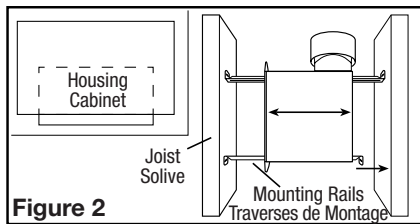
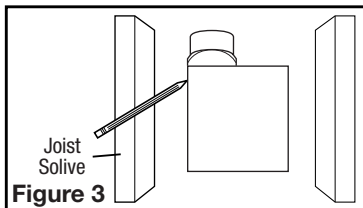

Figure 2
Figure 3
- Install the rails into the mounting channel on the housing. Center the mounting channel in the slots on the housing, then from inside the housing tighten the mounting channel screws so the channel is securely in place. Position the housing next to the joist. Line up housing so that it will be flush with the finished ceiling. Secure the ends of the rails with screws or nails (not included) to the joists and slide the housing into the final position (Figure 2).
- Set housing in position between the joist and trace an outline onto the ceiling material (Figure 3). Set housing aside and cut opening, being careful not to cut or damage any electrical or other hidden utilities. Install the rails into the mounting channel on the housing. Center the mounting channel in the slots on the housing, then from inside the housing tighten the mounting channel screws so the channel is securely in place. Position the housing in the previously cut hole so that it is flush with the finished ceiling. Secure the ends of the rails to the joists (Figure 2).
- Installez les rails dans le canal de montage sur le boîtier. Centrez le canal de montage dans les fentes sur le boîtier, puis de l'intérieur du boîtier, serrez les vis de montage de sorte que le canal soit bien en place. Placez le boîtier à côté de la solive. Aligner le châssis pour qu'il soit de niveau avec le plafond fini. Fixez les extrémités des rails aux solives avec des vis ou des clous (non inclus) et glissez le boîtier dans la position finale (Figure 2).
- Placer le boîtier en place entre les solives et tracez un contour sur le matériel du plafond (Figure 3). Mettez le boîtier de côté et découpez l'ouverture, en faisant attention de ne pas couper ou endommager les installations électriques ou d'autres utilités masquées. Installez les rails dans le canal de montage sur le boîtier. Centrez le canal de montage dans les fentes sur le boîtier, puis de l'intérieur du boîtier serrez les vis de montage de sorte que le canal soit bien en place. Positionnez le boîtier dans le trou préalablement découpé de sorte qu'il soit aligné avec le plafond fini. Fixez les extrémités des rails aux solives (Figure 2).